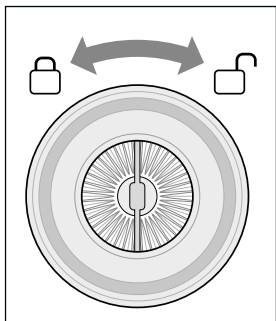

Fig. 9
- Udskift jævnligt støvfilteret ❸ for at sikre problemfri og hygiejnisk drift af produktet.
1. Tag støvfilteret ❸ sammen med filterhuset ❹ ud af støvbeholderen ❸ (se kapitel **Tømning af støvbeholderen**).
2. Vær opmærksom på låsesymbolerne på støvfilterets låg ❸.
Drej støvfilteret ❸ mod højre i retning af , og tag det ud af filterhuset ❹ (se fig. 9 og 10).
5. Sæt derefter støvfilteret **5** ind i filterhuset **4** igen, og drej filteret mod venstre i retning af , indtil det sidder fast i filterhuset **4** (fig. 9).